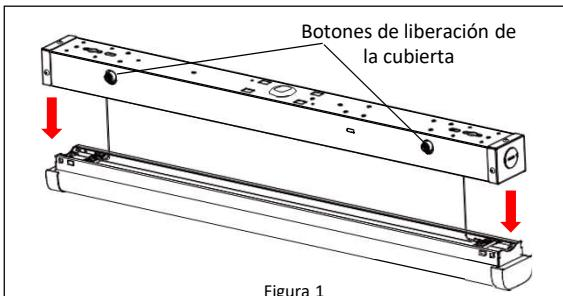

Figura 1
2. Abre la lámpara apretando los 4 botones en el costado de la lámpara y permitiendo que la cubierta del LED se desenganche de la carcasa. **Ver Figura 1.**
2. Localiza el kit de montaje de suspensión. Desenrosca la pinza del perno de seguridad. **Ver Figura 1.**